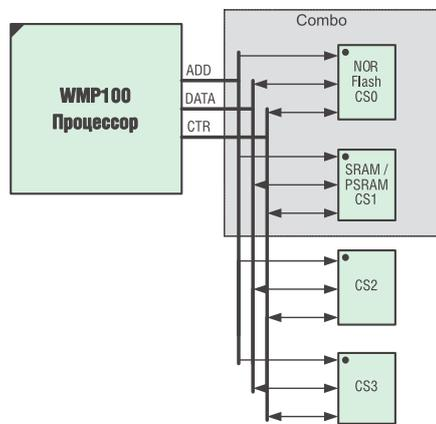
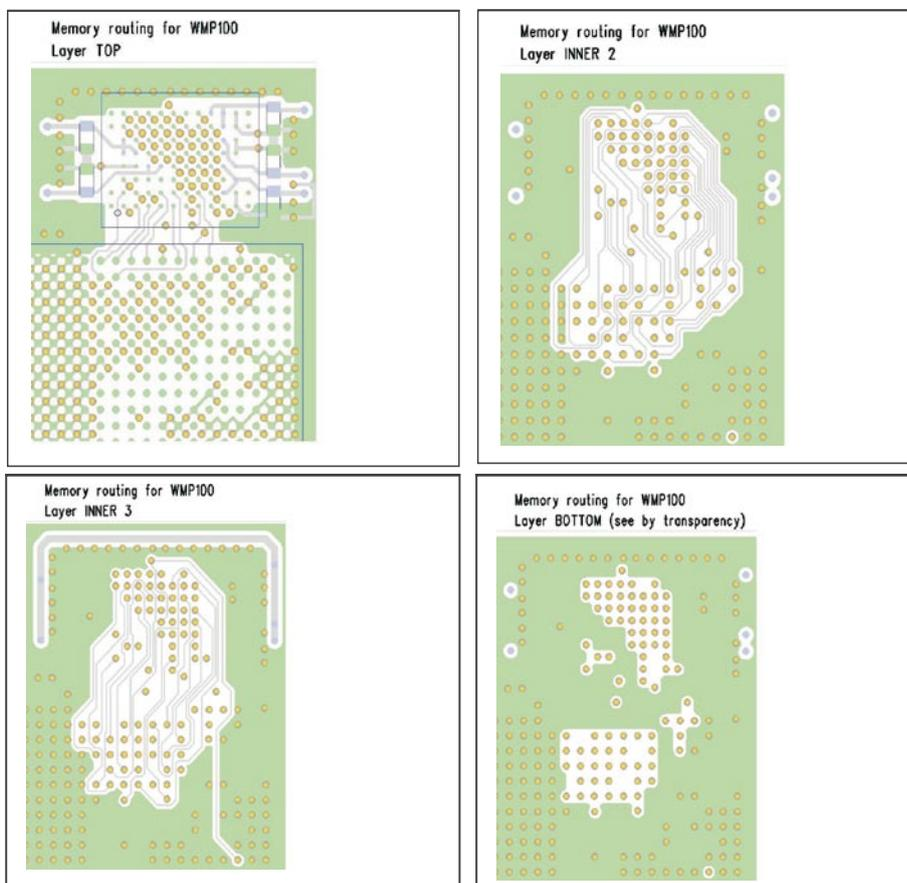

Рис. 4. Подключение внешней памяти
Рис. 5. Рекомендованная топология для внешней памяти
Для построения законченной системы к WMP100 необходимо добавить внешнюю память (Flash и RAM). Требуемый объем определяется разработчиком самостоятельно, что позволяет оптимизировать себестоимость устройства. Максимально возможный объем внешней памяти составляет 1 Гбит. Внешняя память подключается через специальную шину (рис. 4). Благодаря четырем линиям выборки (CS), имеется возможность подключить до 4 независимых микросхем. Сигналы управления позволяют обращаться к памяти в режиме «Intel» (сигналы WE и OE) или в режиме «Motorola» (сигналы E и R/W). Для минимизации занимаемой площади печатной платы и упрощения разводки компания Wavocom рекомендует использовать совмещенную (Combo) Flash/RAM-память. Это может быть, например, микросхема **M36W0R5030T0ZAQ** от компании STMicro. Этот чип включает в себя 32 Мбит Flash и 8 Мбит SRAM. В связи с тем, что внутреннее ПО (Firmware) будет загружено во внешнюю память, обязательным условием является использование линии CS0 для выборки Flash и линии CS1 для выборки RAM. Линии CS2 и CS3 доступны для подключения дополнительной памяти под приложения пользователя. Для питания внешней памяти от напряжения 1,8 В (линия VCC_1V8) используется внутренний DC/DC-преобразователь WMP100. В качестве линии сброса внешней памяти нужно использовать сигнал EXT-RESET (вывод AB14). В оригинальной документации Wavocom [3] приводится рекомендованная топология (4 слоя, рис. 5) и требования к проводникам для подключения внешней памяти.